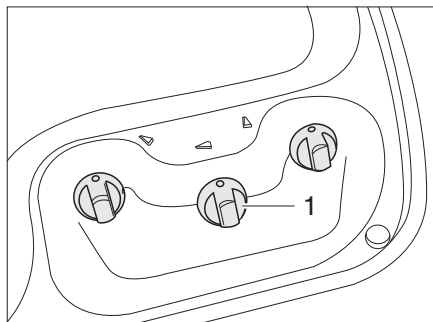
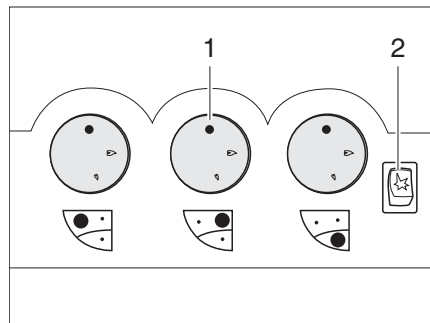

Bild 308 Reglage, knappar för gasspis (utan Piezo-tändknapp)
Bild 309 Reglage, knappar för gasspis (med Piezo-tändknapp)
- Vrid vridregulatorn (Bild 308,1 eller Bild 309,1) till önskad låga till tändningsläge (stor låga).
- Om en tändknapp (Bild 309,2) finns tillgänglig: Skapa en gnista genom att trycka på tändknappen.